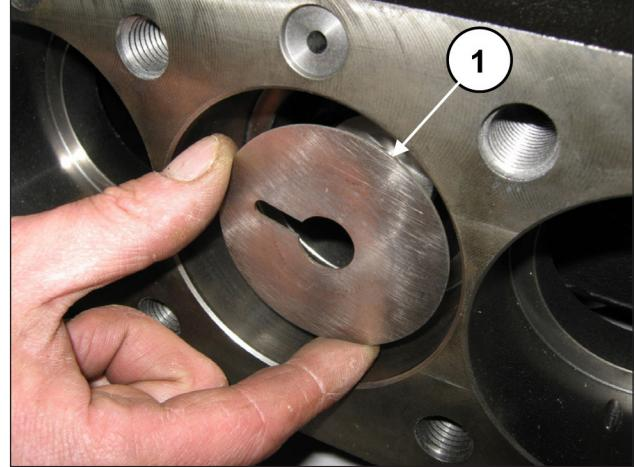

Fig. 173
Dégager les bagues anti-éclaboussures des guides de pistons (rep. ①, Fig. 173).